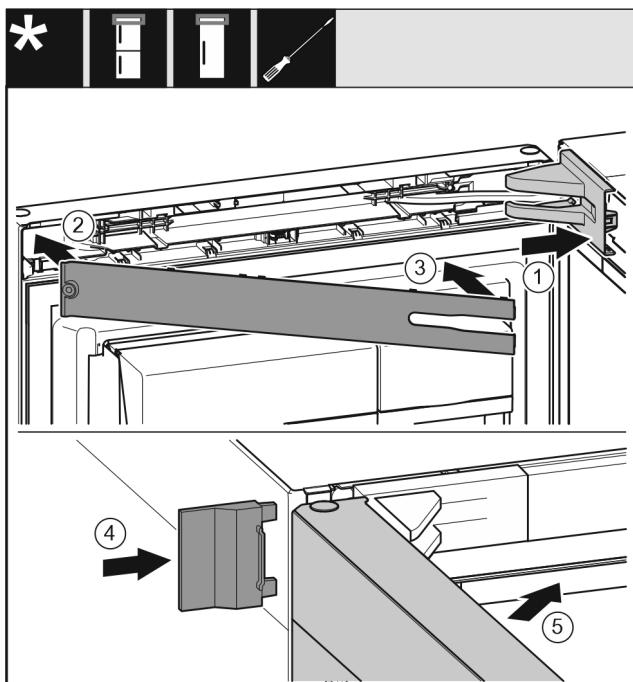

Fig. 51
- Крышку опорного кронштейна установите и зафиксируйте, при необходимости осторожно разожмите. Fig. 51 (1)
- Установите накладку. Fig. 51 (2)
- Наклоните и зафиксируйте накладку. Fig. 51 (3)
- Надвиньте внешнюю крышку. Fig. 51 (4)
- Закройте верхнюю дверь. Fig. 51 (5)